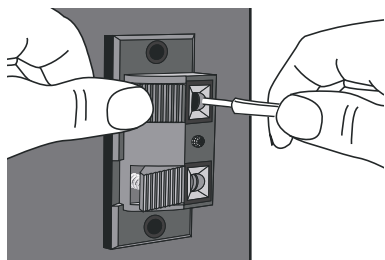

figura 5
3. Inserte el cable pelado (**figura 5**).